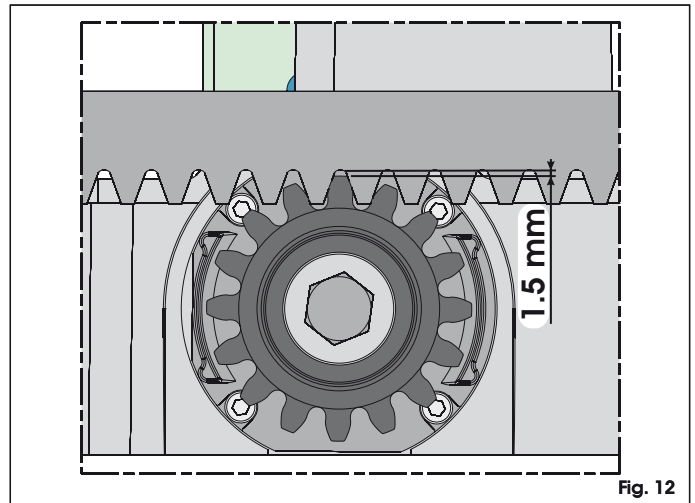

Fig. 12
**⚠ Si la cancela fuera nueva, compruebe dicho juego (fig.12) transcurridos algunos meses de la instalación.**